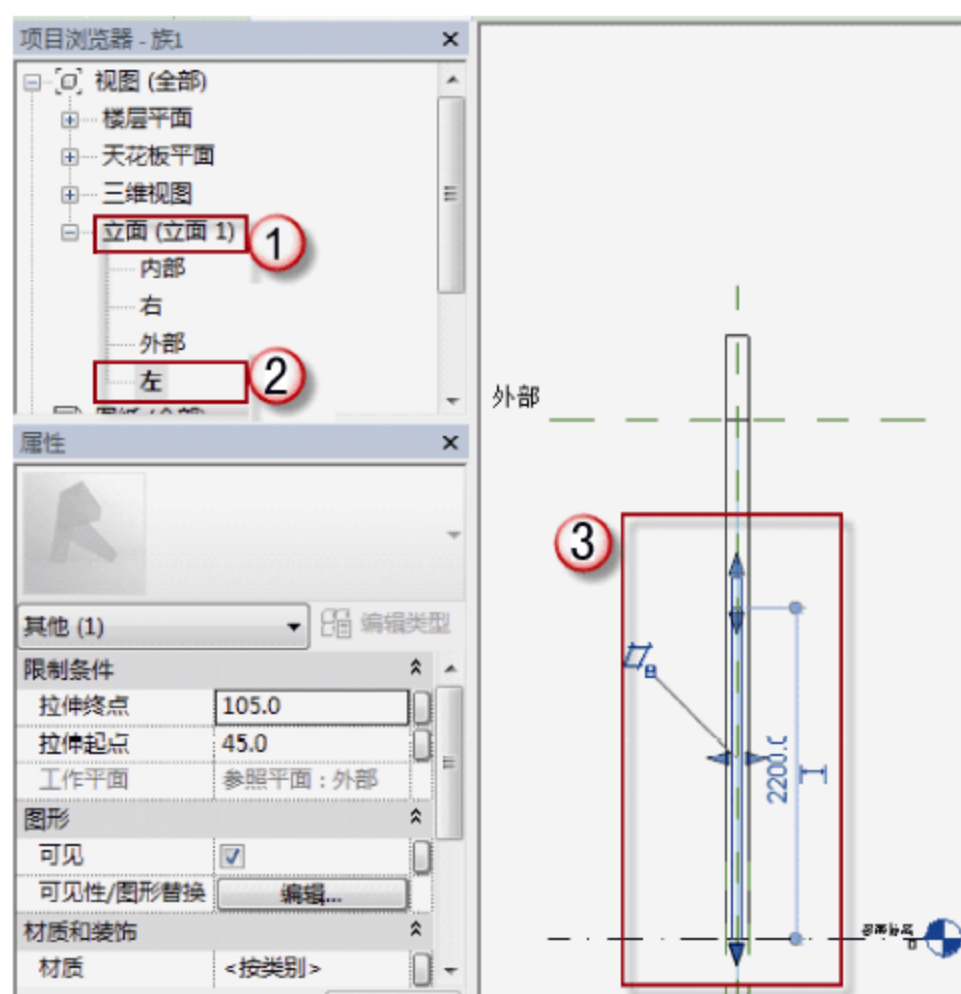

图 6.2.49 FM1521 乙的左立面视图
(10) 选择“项目浏览器”中的“立面（立面 1）”→“左”选项，可以进入 FM1521 乙的左立面视图，如图 6.2.49 所示。